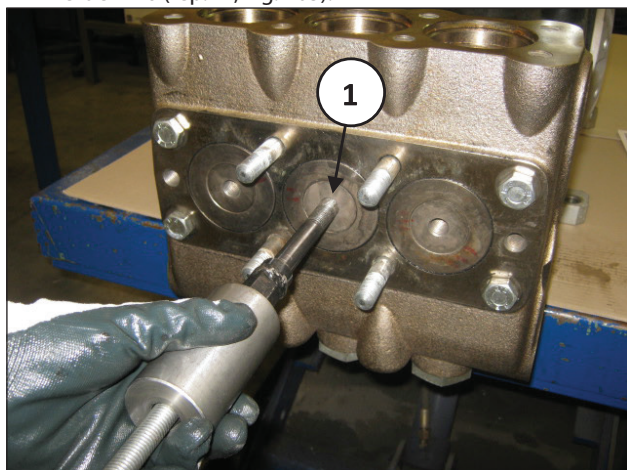

Fig. 103
- C) Extraire les bouchons avant à l'aide d'un extracteur à inertie M16 (rep. ①, Fig. 103).